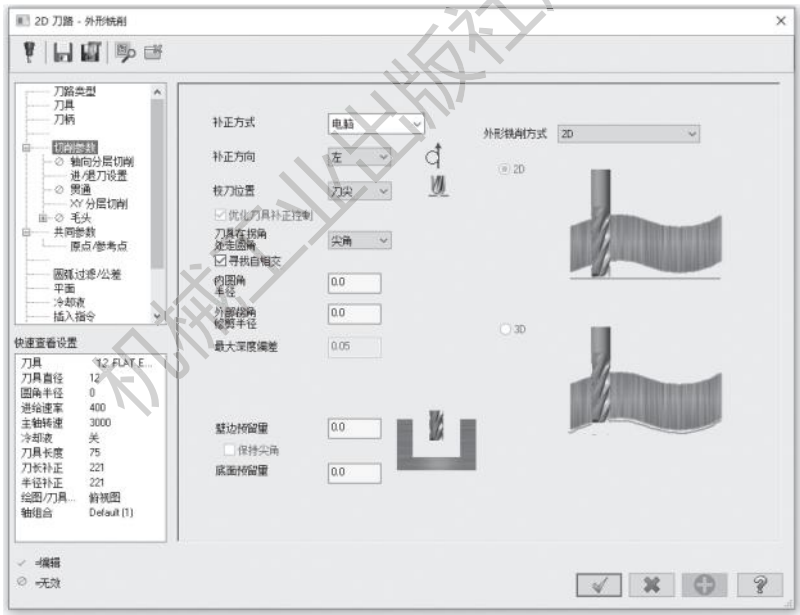

图 3-69 设置切削参数
3) 打开【切削参数】选项卡，设置【补正方向】为【左】，【外形铣削方式】为【2D】，【壁边预留量】和【底面预留量】为 0.0mm，其他参数按默认设置，如图 3-69 所示。